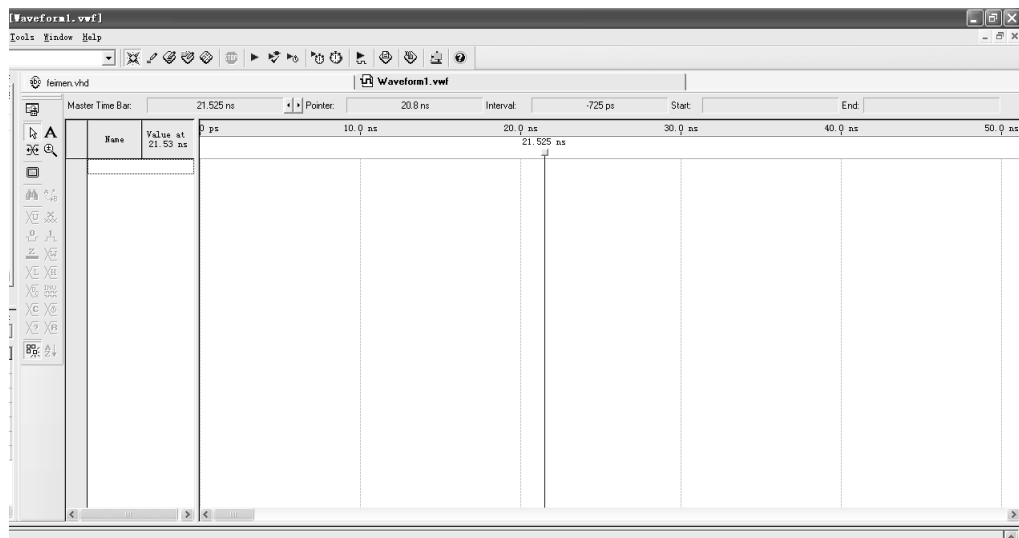

图 5.3.5 波形编辑器窗口
(1) 创建一个仿真波形文件。选择“File”菜单下的“New”命令, 在弹出的对话框中选择“Vector Waveform File”选项, 新建一个波形文件, 如图 5.3.5 所示。